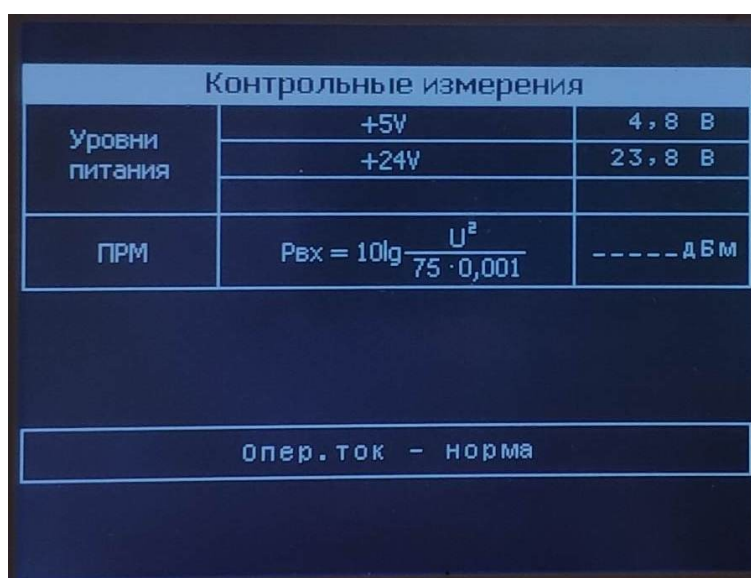

Рисунок 24 – Раздел «Контрольные измерения»
5. «Контрольные измерения» - раздел предназначен для вывода основных измеряемых величин (см. рисунок 24).